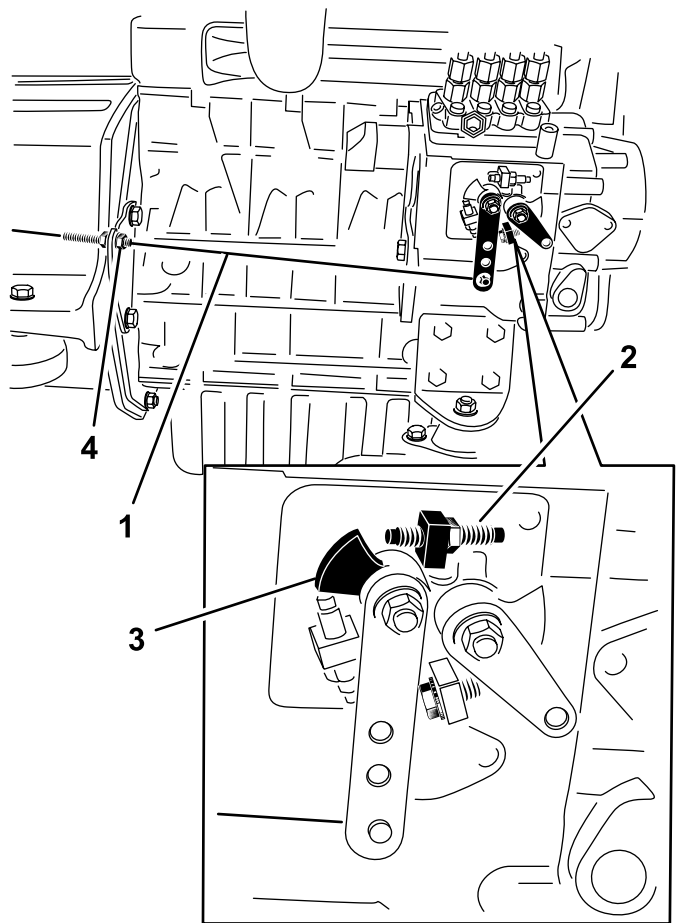

Рисунок 34
2. Проверьте положение рычага регулировки скорости на насосе для впрыска топлива. Когда рычаг дроссельной заслонки находится в положении БЫСТРО (фиксированном), рычаг регулировки скорости должен касаться винта высоких оборотов (Рисунок 34).
3. При необходимости отрегулируйте положение контргайки тросика дроссельной заслонки так, чтобы рычаг регулировки скорости касался винта высоких оборотов, когда рычаг дроссельной заслонки находится в положении БЫСТРО (фиксированном) (Рисунок 34).